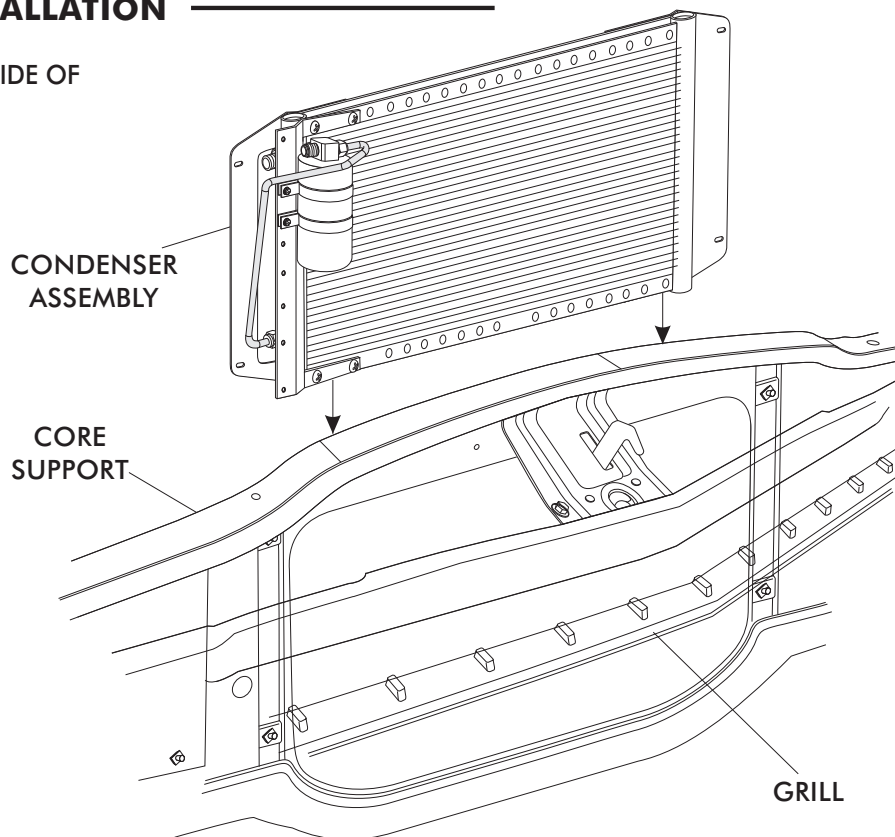

FIGURE 6
- INSTALL CONDENSER ON THE BACKSIDE OF THE CORE SUPPORT AS SHOWN IN FIGURE 6 BELOW